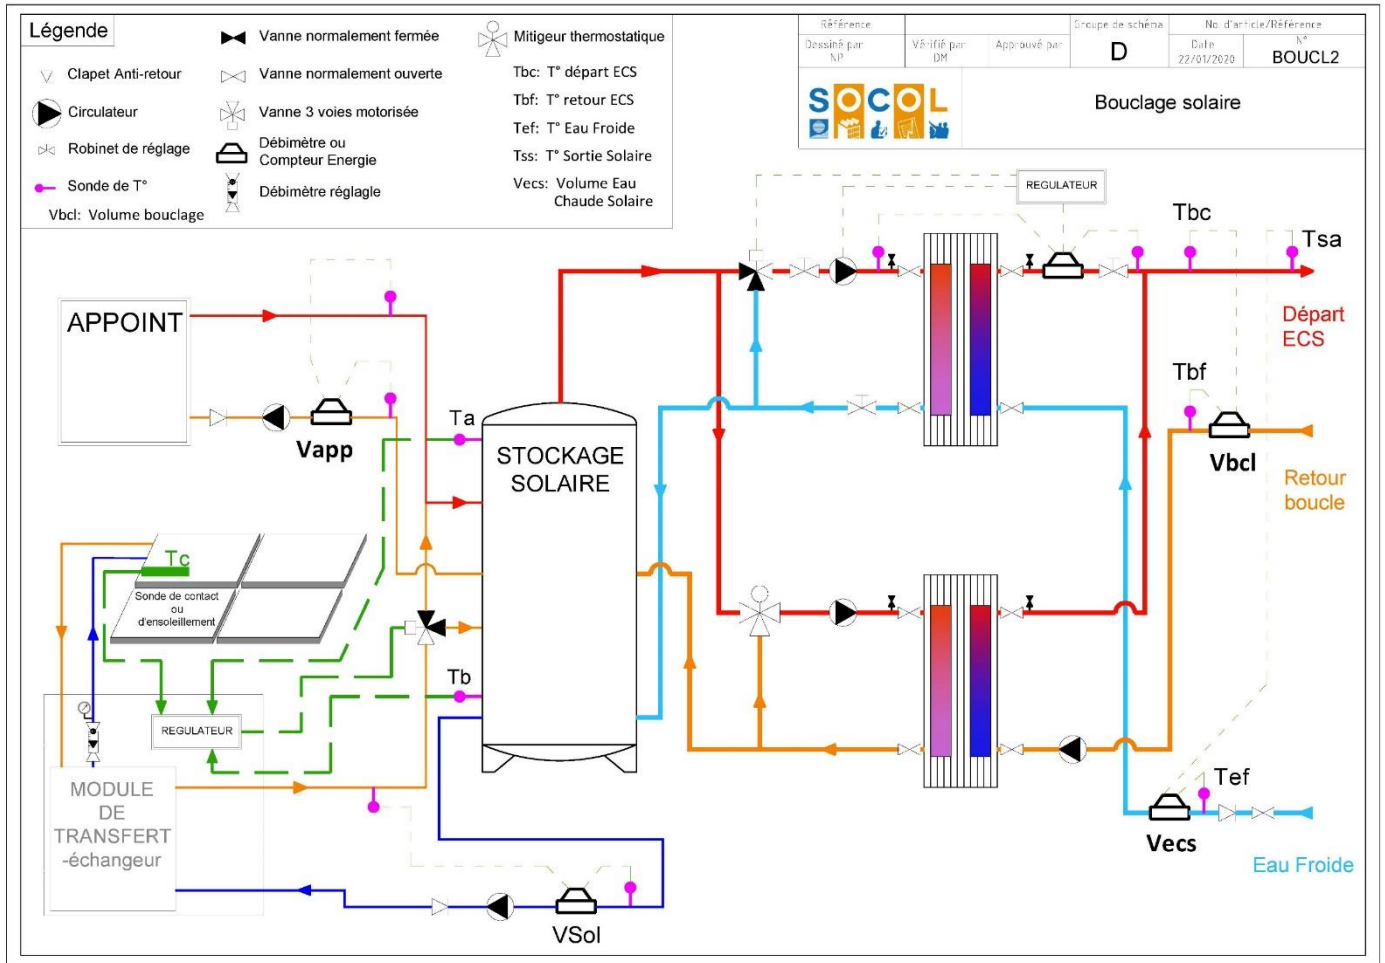

Fig. 7 Schéma BOUCL2
- soit on ne compte que l'énergie solaire fournie au système (Qsol fig. 7) ; le contrôle par rapport au théorique doit se faire avec la valeur équivalente d'un calcul, par exemple avec SOLO 2018
- soit on utilise 3 compteurs (Qapp,net, QECS, Qdis fig. 7) pour estimer l'énergie solaire utile. Cette dernière option suppose une mise en œuvre très soignée des compteurs